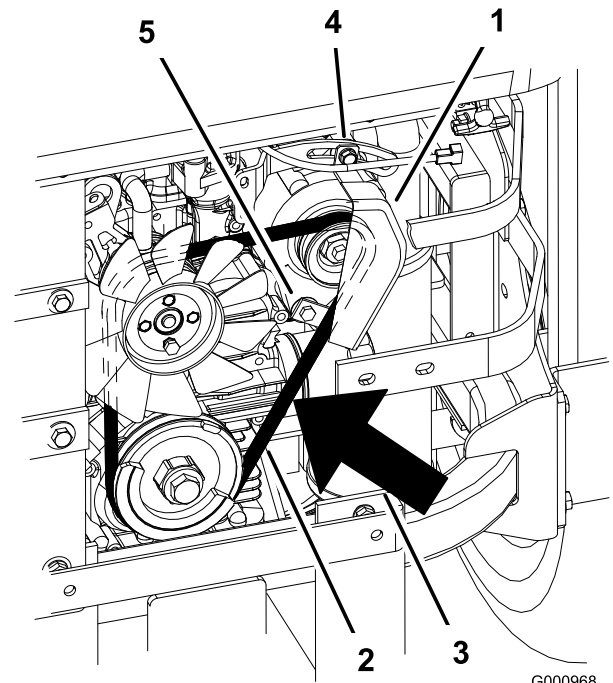

Figura 75
2. Ajuste el alternador hacia fuera hasta que quede una desviación de 7 a 9 mm en la correa entre el motor y las poleas del alternador con una fuerza de 10 kgf (Figura 75).
5. Si la desviación es correcta, apriete los pernos inferior y superior (Figura 75).